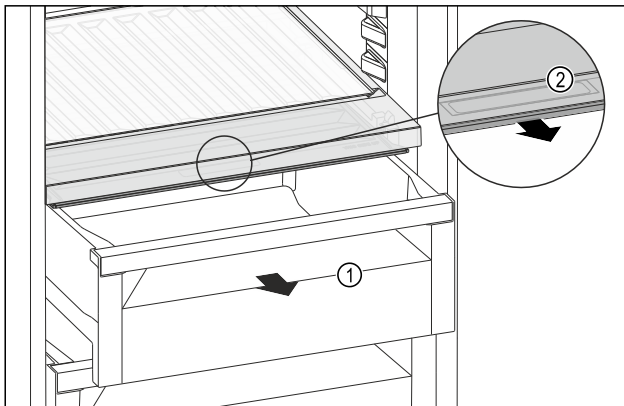

Fig. 210
- ▶ Витягніть висувний ящик Fig. 210 (1).
- ▶ Візьміться за потайну ручку Fig. 210 (2) на кришці відділення й одночасно потягніть кришку відділення вперед.